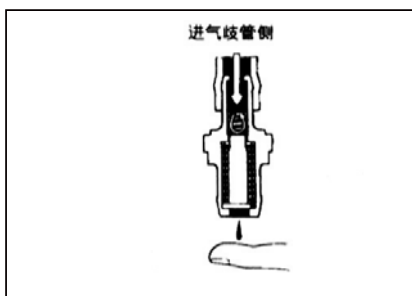

图 5-2-2
- (2) 从进气一侧往 PCV 阀中吹空气，检查气路是否不畅通（图 5-2-2）。